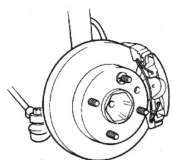

Fig. 1
- Type à support intérieur (Fig. 1) Déposer les vis de retenue, s'il y a lieu, et enlever le disque de la bride.
- 6a Tipo con supporto interno (Fig. 1) Rimuovere le viti di fissaggio (laddove opportuno) e togliere il disco del freno dalla flangia del mozzo.